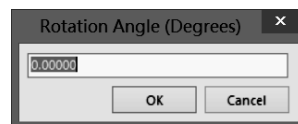

图 8-2-9 输入旋转角度
(1) 选择对象。
(2) 执行菜单命令 Edit→Move→Rotate Selection，即可出现如图 8-2-9 所示的对话框。在该对话框中输入所要旋转的角度，单击【OK】按钮。